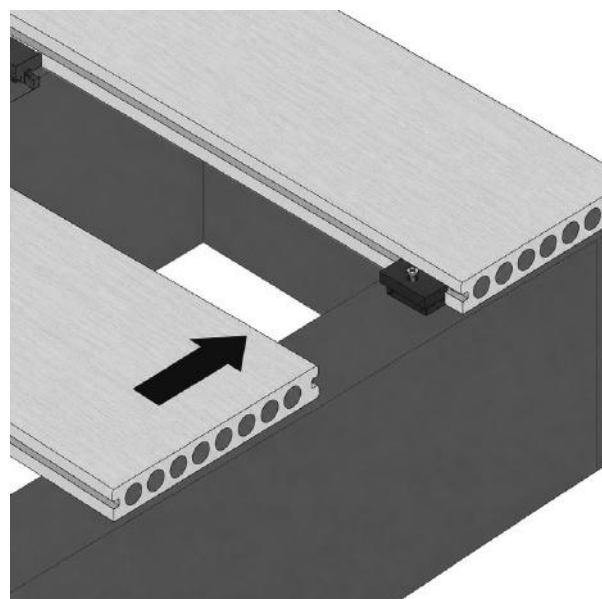

FIG. 5 – NÄCHSTE DIELE AUF DEN VERDECKTEN CLIP GESCHOBEN
- 02 Setzen Sie die nächste Diele gegen die verdeckten Clips in Position (fig. 5): heben Sie die Außenkante der zu montierenden Diele leicht an und schieben Sie sie auf den verdeckten Clip; stellen Sie sicher, dass die Kante der Terrassendiele die Abstandslasche berührt; klopfen Sie sie bei Bedarf leicht in Position.